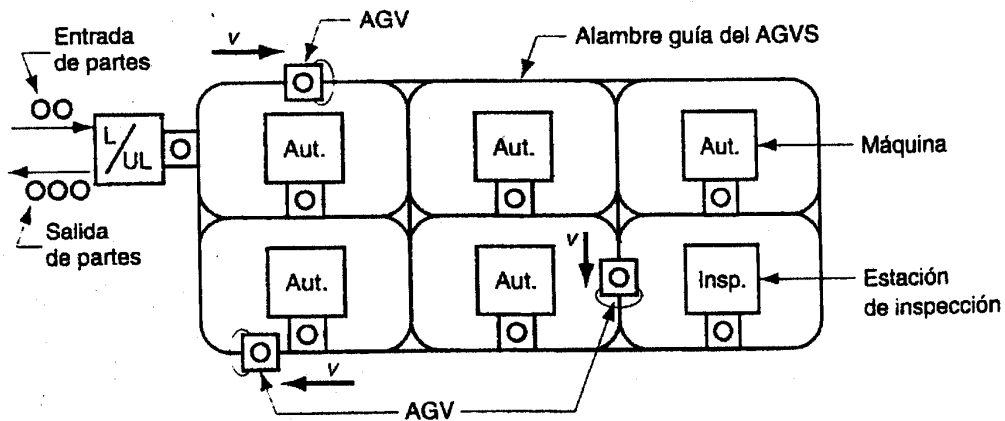

Figura 2.8. Distribución de planta de un FMS a campo abierto.
d) En Campo Abierto.- Es la configuración de FMS más compleja ya que consiste en varios ciclos enlazados, con un sistema de manejo de materiales por AGV. Esta configuración puede observarse en la figura 2.8.